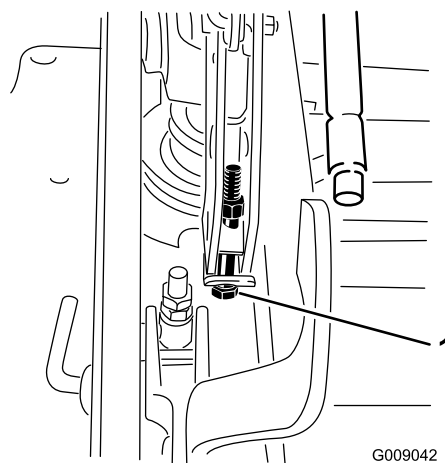

Bild 86
12. Wenn das Mähwerk zu niedrig ist, drehen Sie die zentrale Einstellschraube nach rechts, um sie anzuziehen. Wenn das Mähwerk zu hoch ist, drehen Sie die zentrale Einstellschraube nach links, um sie zu lösen (Bild 86).